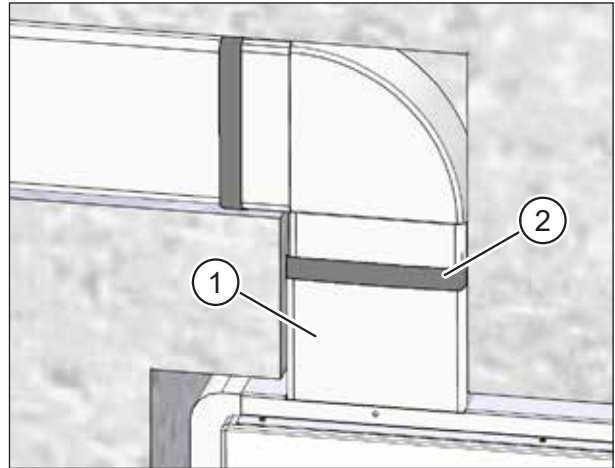

Abb. 26: Flachkanalverbindungen mit Dichtband fixieren
- ▶ Setzen Sie ein Formstück, z. B. den Flachkanal-Verbinder M-WRG-FK-V, Art.-Nr. 5591 (Pos. 1 in Abb. 26), in die Öffnung am Mauerkasten ein.
- ▶ Setzen Sie das erste Teilstück des Flachkanals in das Formstück, z. B. den Flachkanal-Verbinder M-WRG-FK-V, Art.-Nr. 5591, am Mauerkasten ein und dichten Sie die Verbindungsstelle mit Dichtband ab (Pos. 2 in Abb. 26).